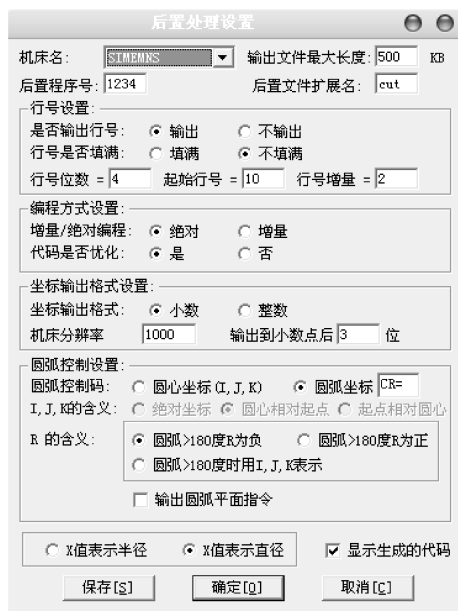

图 7-19 【后置处理设置】对话框
在【数控车】主菜单中选择【后置设置】命令,系统弹出【后置处理设置】对话框,如图 7-19 所示。用户可以根据需要更改已有机床的后置设置。单击【确定】按钮可将用户的更改保存,单击【取消】按钮则放弃已做的更改。
(1) 机床系统 首先,数控程序必须针对特定的数控机床,特定的配置才具有加工的实际意义,所以后置设置必须先调用机床配置。在图 7-19 中,从【机床名】下拉列表框中选择一个机床名,就可以很方便地从配置文件中调出该机床的相关配置。图中调用的为 LATH2 数控系统的相关配置。
(2) 输出文件最大长度 输出文件长度可以对数控程序的大小进行控制,文件大小控制以 KB 为单位。当输出的代码文件长度大于规定长度时,系统自动分割文件。例如,当输出的 G 代码文件 post.ISO 超过规定的长度时,就会自动分割为 post0001.ISO, post0002.ISO, post0003.ISO, post0004.ISO 等。